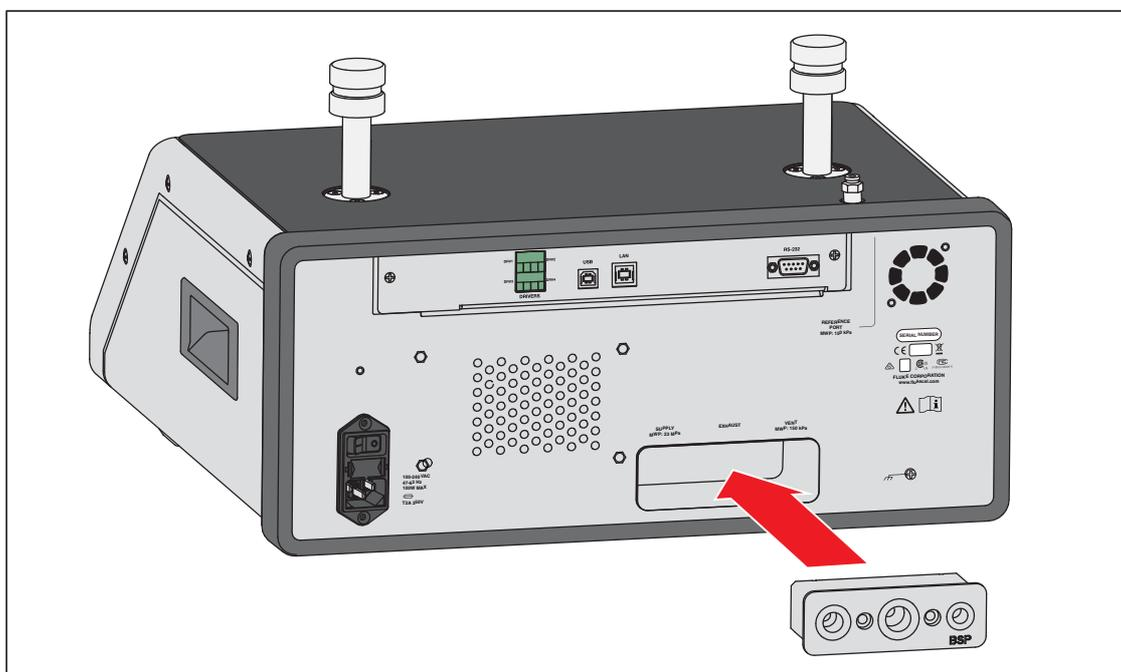

Рис. 29. Установка блока-распределителя
3. Замените блок-распределитель и затяните четыре болта, момент затяжки: 6,2 Н·м (55 фунтов силы-дюйм). См. Рис. 29.